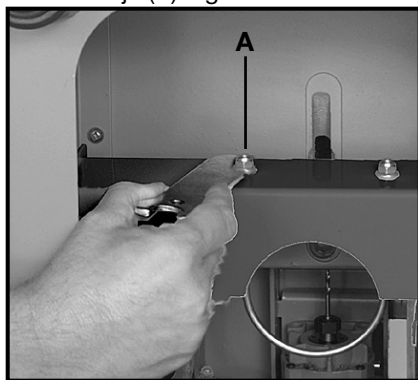

Fig. 12
1. Afloje la tuerca sujetadora del motor (A) Fig. 12: para aflojar la abrazadera, use la llave de $7/16$ " para dar unas vueltas a la tuerca sujetadora en el sentido contrario a las manecillas del reloj.